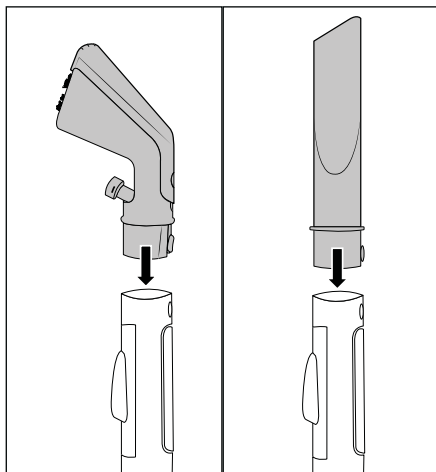

Abb. 3
- ◆ Stecken Sie die Polsterdüse **22** oder die Fugendüse **25** in den Sprüh-/Saugschlauch **19**, bis die Verriegelungstaste **25/32** einrastet (siehe Abb. 3).